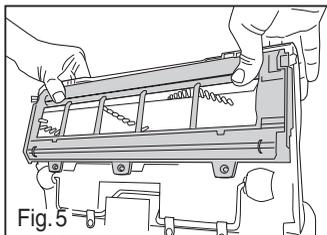

Fig. 5
• Presione la placa firmemente, asegurándose de que los 4 ganchos se enganchen alrededor de la tubo (Fig. 5).